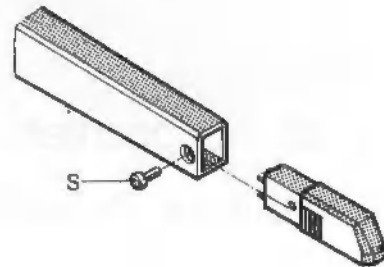

Fig. 4
Schraube (S) entfernen und Tonabnehmer nach vorne abziehen (Fig. 4).